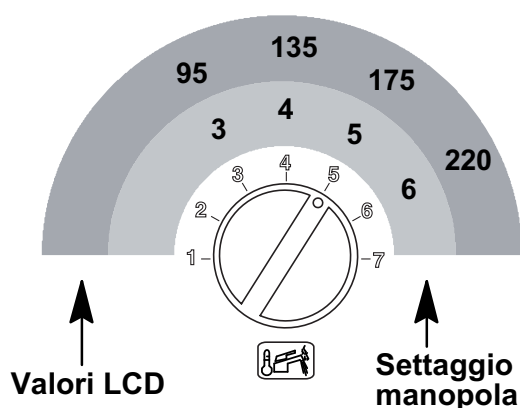

Fig. 7.13
- Allo spostamento della manopola regolazione temperatura sanitari in Fig. 7.13, corrisponde una visualizzazione dei parametri variati sull'LCD (per esempio la sequenza **P14** si alterna a **160**).